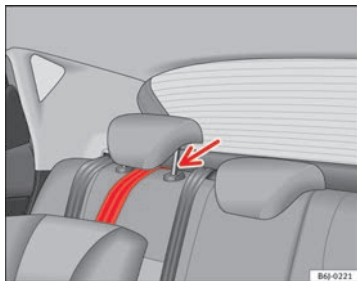

Abb. 34 Befestigungsgurt: korrekte Einstellung und korrekter Einbau
- Führen Sie den Befestigungsgurt des Top Tether unter der Rückstützkopfstütze hindurch → Abb. 34 (dazu ggf. die Kopfstütze nach oben verstellen).